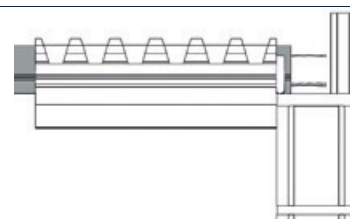
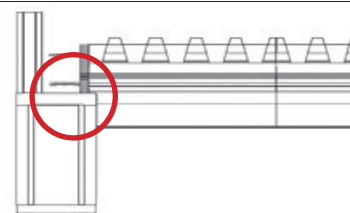

Figure 3
Figure 4
- À l'une des extrémités, l'entrevous prend appui sur le mur porteur soit par l'intermédiaire de son emboîtement mâle pour les entrevous moulés (Figure 3) soit grâce à la réalisation d'une feuillure pour les entrevous découpés (Figure 4)
- L'entrevous opposé est découpé pour réaliser un appui sur le mur d'une profondeur au moins égale à 2 cm (Figure 4)
- En l'absence d'Ecorupteur ou d'Ecorefend, un des entrevous d'extrémité prend appui sur le mur porteur soit par l'intermédiaire de son emboîtement mâle pour les entrevous moulés (Figure 3) soit grâce à la réalisation d'une feuillure pour les entrevous découpés (Figure 4)
- En l'absence d'Ecorupteur ou d'Ecorefend, l'entrevous opposé est découpé pour réaliser un appui sur le mur d'une profondeur au moins égale à 2 cm (Figure 4)